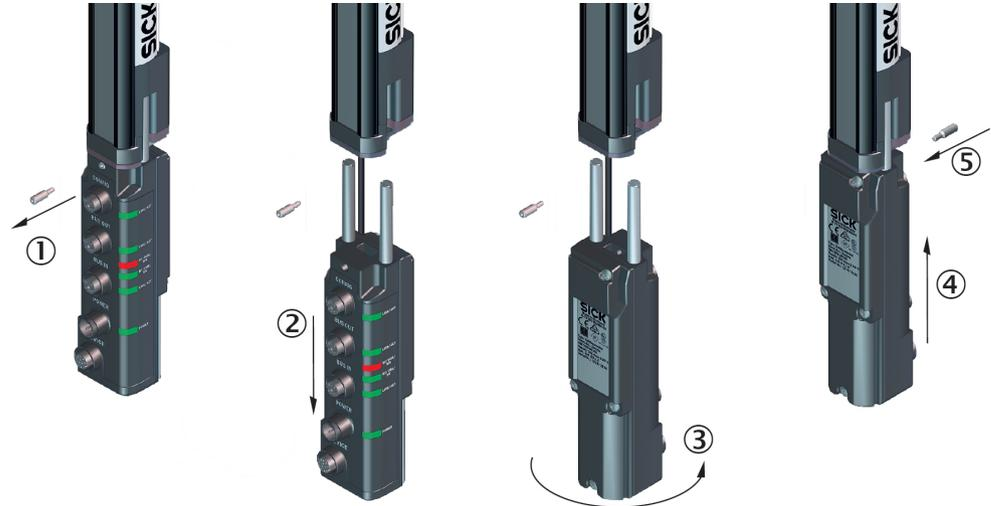

Figure 40: Turn the fieldbus module by 180°
- ▶ Demontieren Sie das Feldbusmodul, wie beschrieben (see figure 40, page 46).